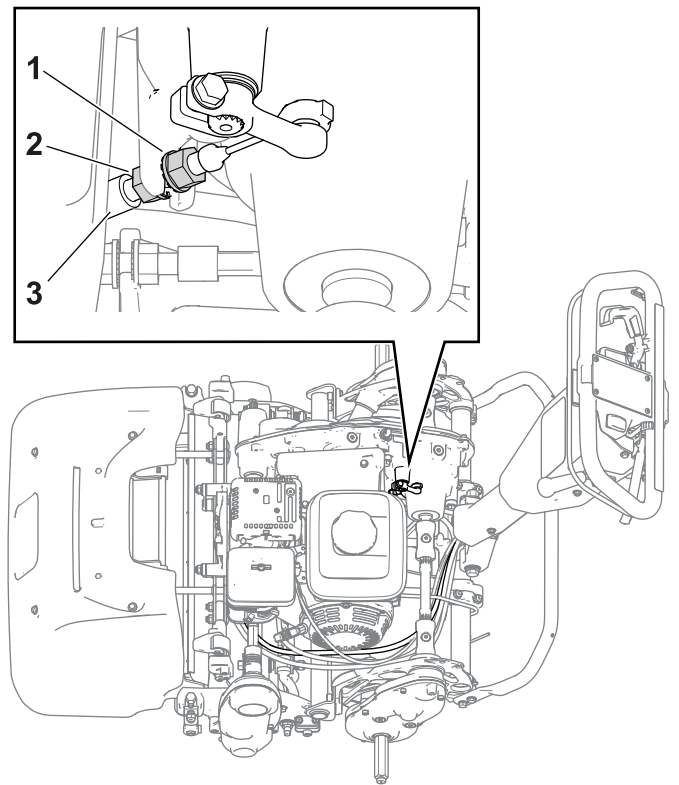

図 33
- ケーブルの張りを強くするには、ケーブルの前ジャムナットをゆるめて後ジャムナットを締める 図 33。必要に応じて上記ステップ2を繰り返して再調整する。
- ケーブルの張りをゆるくするには、ケーブルの後ジャムナットをゆるめて前ジャムナットを締める 図 33。必要に応じて上記ステップ2を繰り返して再調整する。